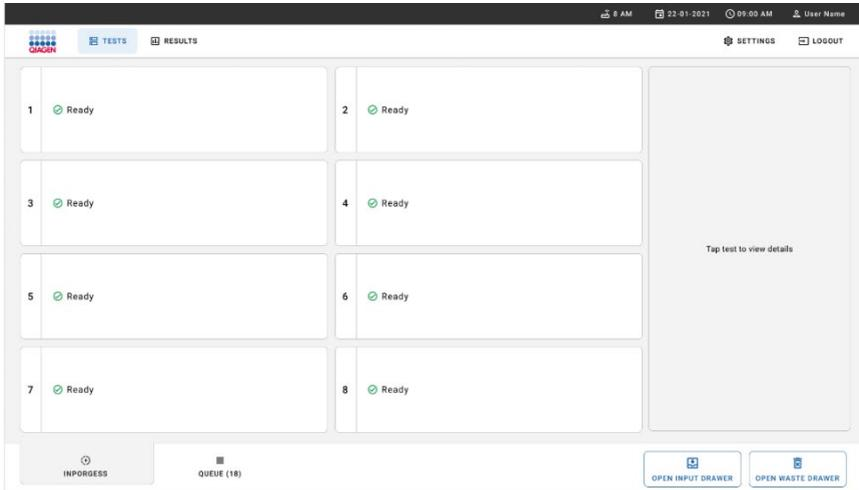

Abbildung 20. Haupttestbildschirm.
1. Drücken Sie die Schaltfläche **OPEN WASTE DRAWER** (ABFALLSCHUBLADE ÖFFNEN) in der rechten unteren Ecke des Haupttestbildschirms (Abbildung 20).
3. Schließen Sie die Abfallschublade nach Entnahme der Kartuschen. Das System scannt dann den Schubladeneinsatz und kehrt zum Hauptbildschirm zurück (Abbildung 20). Falls die Auffangschale zu Wartungszwecken entfernt wurde, stellen Sie sicher, dass sie wieder korrekt eingesetzt ist, bevor Sie die Schublade schließen.
4. Drücken Sie die Schaltfläche **OPEN INPUT DRAWER** (EINGABESCHUBLADE ÖFFNEN) in der rechten unteren Ecke des Bildschirms (Abbildung 20).